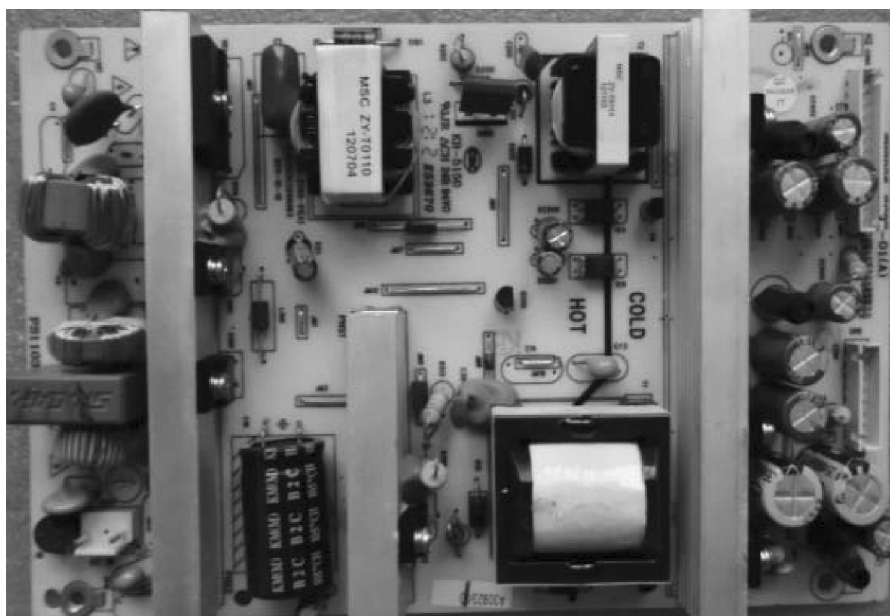

图 5-38 电源板 TV3206-ZC02-01 (A) 实物板图
【要点与点拨】：该机电源属于电源板 TV3206-ZC02-01 (A)，实物如图 5-38 所示。